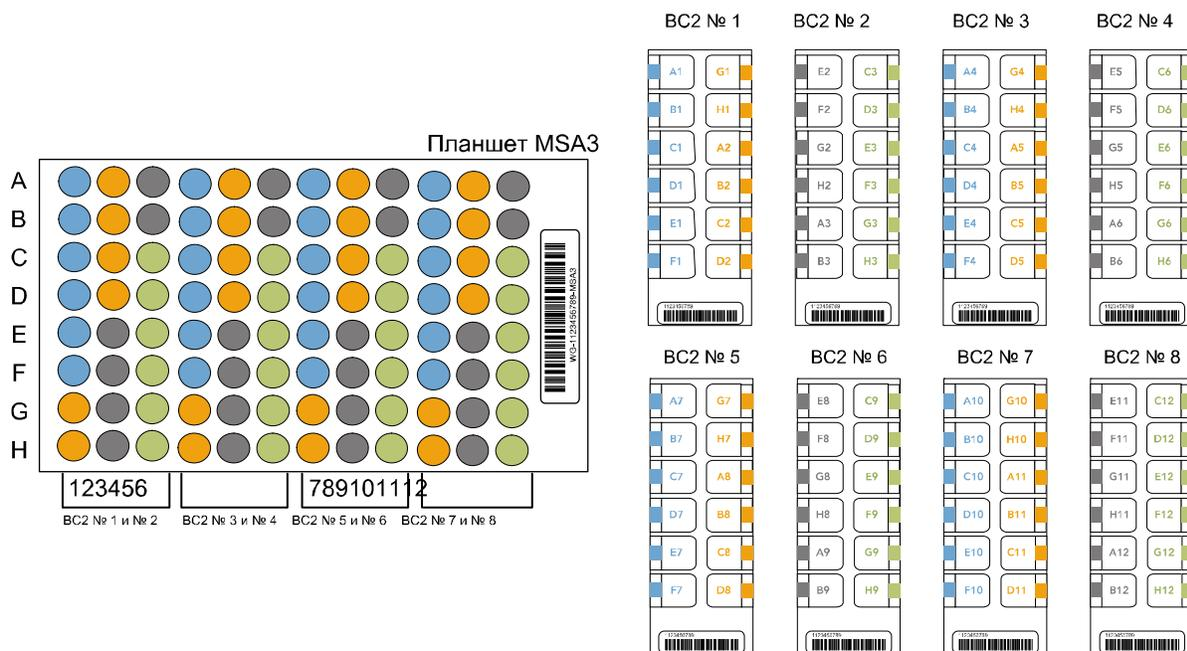

Рис. 44 Перенос образца из планшета MSA3 на чипы BeadChip (12x1 HD BeadChip)
согласно схеме в форме регистрации лабораторных данных (повтор на рис. 44) и иллюстрациям ниже:
8. Продолжайте вносить образцы на дополнительные чипы BeadChip в соответствии с цветовым обозначением секций (рис. 44), как показано на рисунке ниже, до тех пор, пока все образцы не будут загружены.
1. Используя многоканальную высокоточную пипетку, внесите 15 мкл каждого образца ДНК в соответствующую секцию чипа BeadChip согласно схеме в форме регистрации лабораторных данных (повтор на рис. 44) и иллюстрациям ниже:
5. Продолжайте вносить образцы в соответствии с цветовым обозначением секций на рис. 44 до тех пор, пока все образцы не будут загружены.